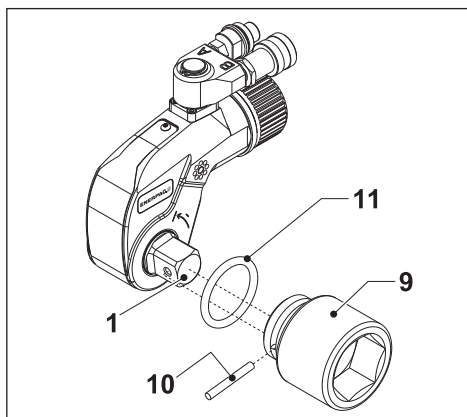
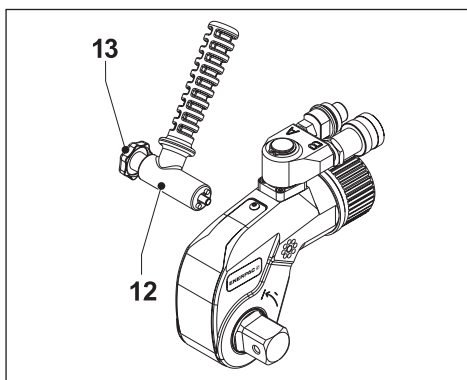
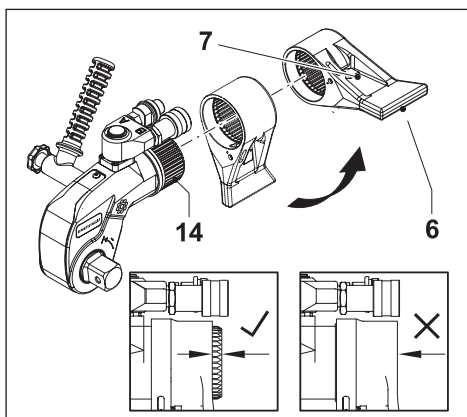

Fig. 4
Fig. 5
Fig. 6
- Pour serrer les boulons, installer l'arbre d'entraînement à l'endroit indiqué sur la figure 4.
3.4.1 Pose d'une douille hexagonale (fig. 4)
- Placer la douille hexagonale (9) sur l'arbre d'entraînement (1).
- Installer la goupille de fixation (10) et le joint torique (11).
3.4.2 Dépose d'une douille hexagonale (fig. 4)
- Retirer le joint torique (11) et la goupille de fixation (10).
- Retirer la douille hexagonale (9) de l'arbre d'entraînement (1).
3.5 Fixation de la poignée de positionnement (fig. 5)
- Fixer la poignée de positionnement (12) à l'aide de la vis moletée ou de l'œil de levage (13, varie selon le modèle). La poignée peut être installée de l'un ou l'autre côté de la clé (selon le besoin).
3.6 Montage du bras de réaction (fig. 6)